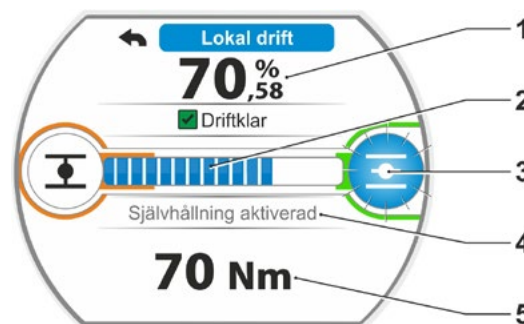

Bild 4: Visning vid körning
- ändlägessymbolen i körriktningen, i det aktuella exemplet ändläge ÖPPEN, blinkar blått (bild 4, pos. 3);
- siffran (pos. 1) visar i procent hur långt ställdonet har kommit i position ÖPPEN och
- positionsfältet (2) visar förloppet för körningen;
- om en vridmomentmätfläns är ansluten visas det aktuella vridmomentet (5).
Om styrknappen hålls intryckt längre än 3 sekunder visas "Självhållning" (bild 4, pos. 4) på displayen och ställdonet kör vidare efter att knappen släpps tills: